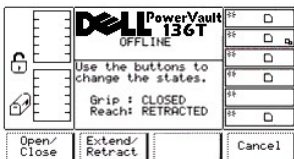

図 96. Service > Library > Diags > Fingers > Step > Gripper Finger ダイアログ
- 1 OK ソフトキーの下にあるボタンを押すと、続きのダイアログが表示されます。図 96 を参照してください。